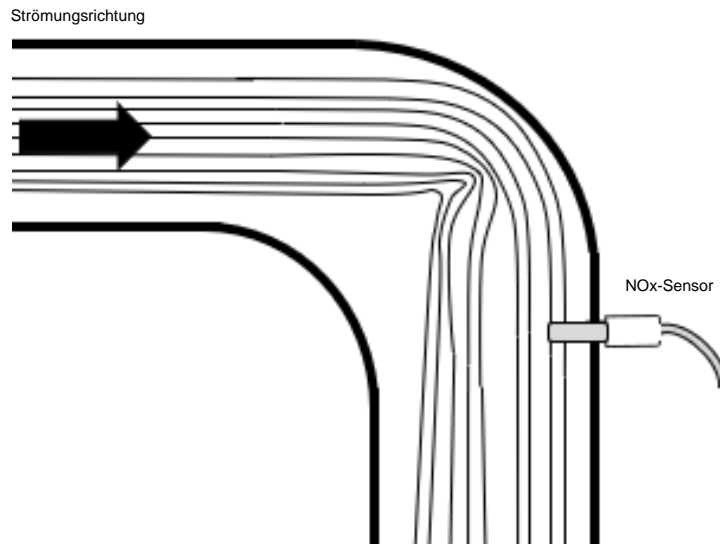

Abbildung 11 – Richtige Einbauposition des NO_x-Sensors an der Rohrbogaussenkurve
- Das Sensorkabel B (Abb. 11) darf nicht verlängert werden.
- Gute Belüftung A-D (Abb. 11) der Auswerteeinheit und der Sonden ist sicherzustellen.
Der NO_x-Sensor ist am Ausgang eines Rohrbogens auf der Außenseite siehe (Abb.11) einzubauen. Hier liefert der NO_x-Sensor die zuverlässigsten Ergebnisse.
Damit der Sensor korrekte Werte liefert, darf er nicht an der Innenkurve des Rohrbogens eingebaut werden. Hier liefert der NO_x-Sensor ungenaue Werte die deutliche Abweichungen zur Abb. 11 aufweisen.